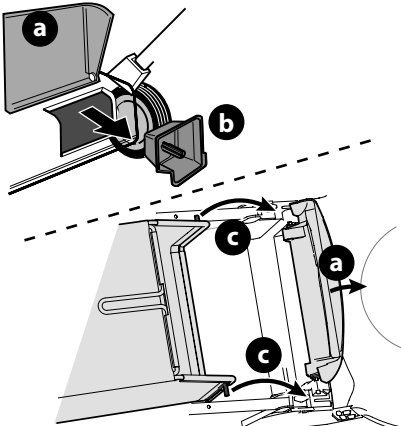

Figure 13
2. Suivez les étapes ci-dessous pour installer le sac à herbe sur la tondeuse (Figure 13):